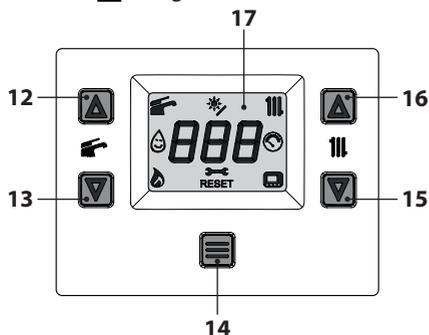

Figura 2.5
- Mantenga pulsado durante 1 segundo el botón 14 hasta que aparezca en el display el símbolo  Figura 2.5.
La temperatura del agua caliente de impulsión de la calefacción puede regularse mediante los botones 15 (reducción) y 16 (aumento) (Figura 2.5) entre un mínimo de aproximadamente 25°C y un máximo de aproximadamente 80°C. La primera vez que se pulsa uno de los dos botones se muestra el valor de "consigna", la
De todas formas, si la temperatura ambiente no resultase confortable, se puede aumentar o reducir la temperatura de impulsión de la instalación de calefacción en  $\pm 15^{\circ}\text{C}$  usando los botones 15 (reducción) y 16 (aumento) (Figura 2.5).
La temperatura del agua caliente sanitaria puede regularse mediante los botones 12 (aumento) y 13 (reducción) (Figura 2.5) entre un mínimo de aproximadamente  $35^{\circ}\text{C}$  y un máximo de aproximadamente  $60^{\circ}\text{C}$ . La primera vez que se pulsa uno de los dos botones se muestra el valor de "consigna", la segunda vez se puede modificar.